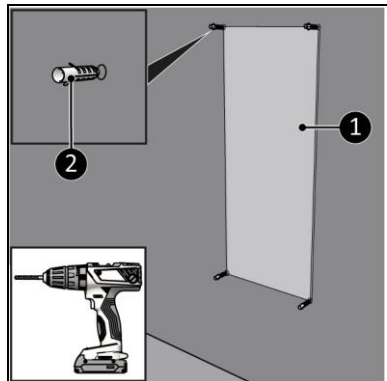

Abbildung 7
4. Platzieren Sie die mitgelieferte Montagezeichnung (Abbildung 7, Pos. 1) an der Wand und markieren Sie die vier Löcher.
6. Platzieren Sie die Dübel (Abbildung 7, Pos. 2).